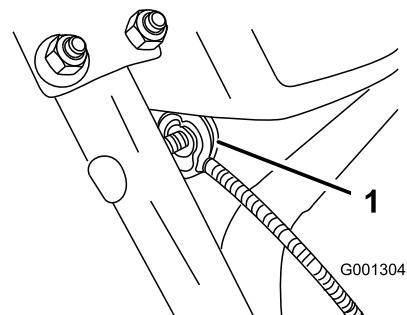

Figure 7
- Retirez l'écrou et la rondelle du guidon, fixez le serre-câble sur le câble et le guidon, remettez la rondelle et l'écrou, et serrez l'écrou à la main (Figure 7).